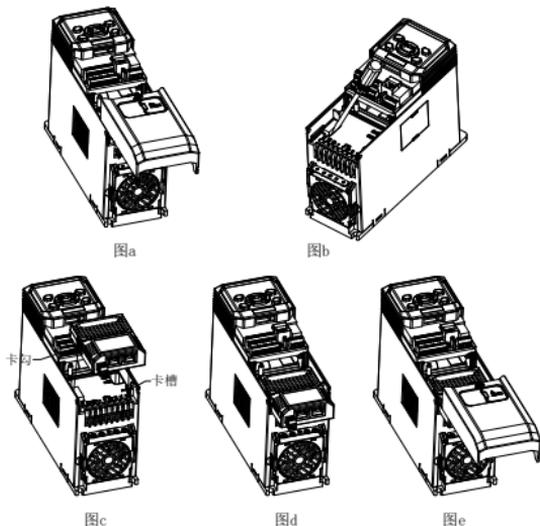

图 6 Modbus TCP 通讯选件安装步骤图
(1) 变频器非上电状态下，按下下盖板中上部颗粒状处，用力向下滑动，取下变频器下盖板，如图 6-a 所示。
(2) 使用一字螺丝刀撬掉防尘盖，如图 6-b 所示。
(3) 安装 Modbus TCP 选件：将内装有总线卡的扩展盒朝上（指示灯朝上），对准安装位置 2 总线电气接口，水平往下按压，使得扩展盒弹压式卡口和变频器下端卡勾咬合，如图 6-c 与图 6-d 所示。
(4) 完成总线选件组装，如图 6-e 所示。